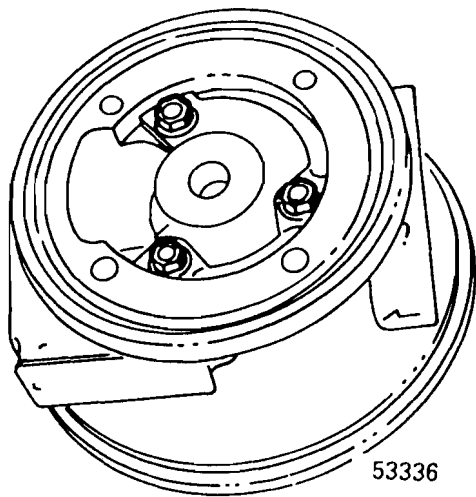

Fig. 256
- 9 Quitar los tres tornillos que sujetan el cojinete axial. Quitar éste y el casquillo que hay debajo del cojinete, véase fig. 256.